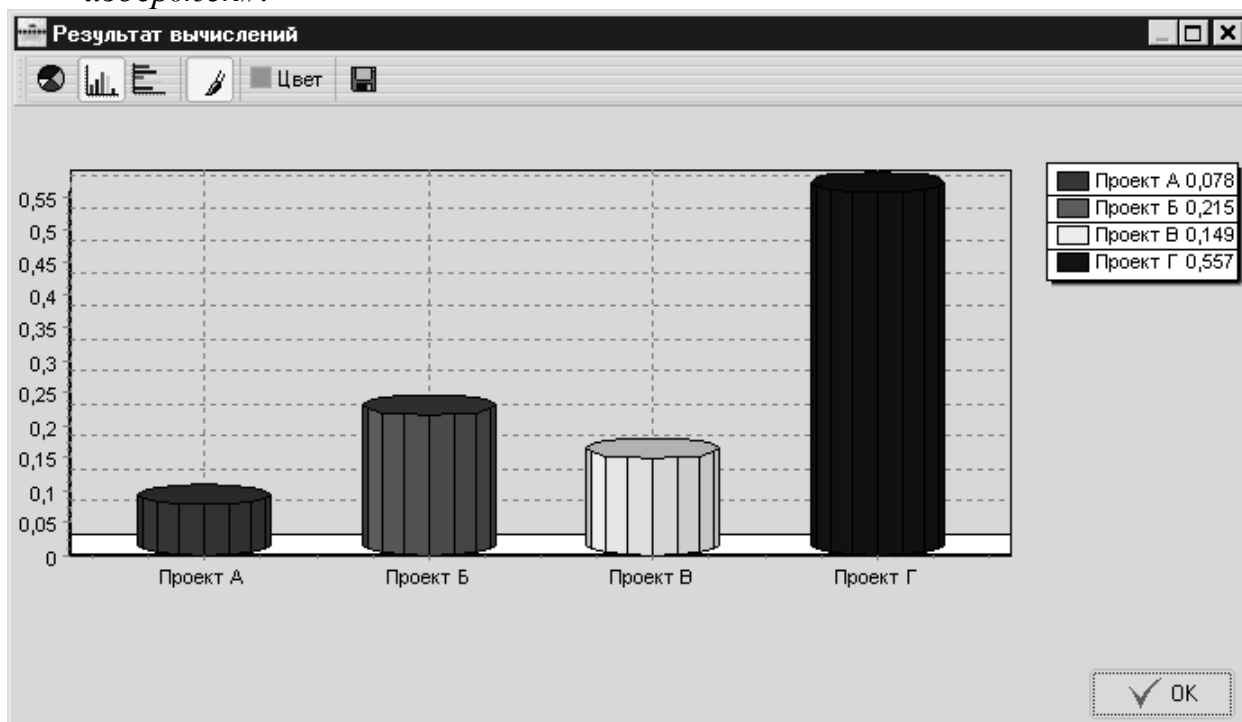

Рис. 26. Окно «Результат вычислений»
5. Далее отображается диаграмма результатов, нажав на клавишу в окне «Результат Вычислений». Будет выведена диаграмма иерархии преимуществ (рис. 26). Для отображения иерархии издержек Вы должны вернуться в окно «Результат вычислений (анализ «стоимость-эффективность»)» и в поле «Иерархия» выберите параметр «Иерархия издержек».